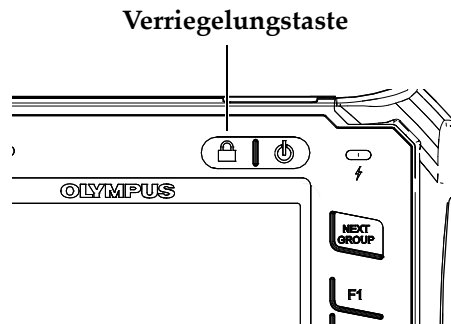

Abbildung 2-7 Verriegelungstaste der Drehknopfversion
- Mit der [VERRIEGELUNGSTASTE] (nur mit der Drehknopfversion) wird automatisch die Einstellung aller Parameter verriegelt, um ungewünschte Änderungen durch versehentliches Knopfdrehen zu verhindern (siehe Abbildung 2-7 auf Seite 36).